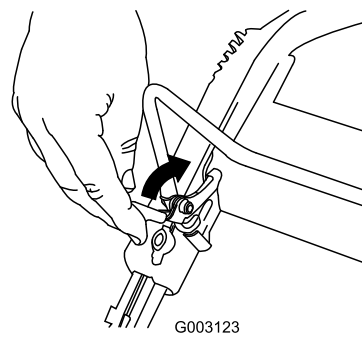

Рисунок 16
1. Оттяните фиксатор штанги управления (Рисунок 16).